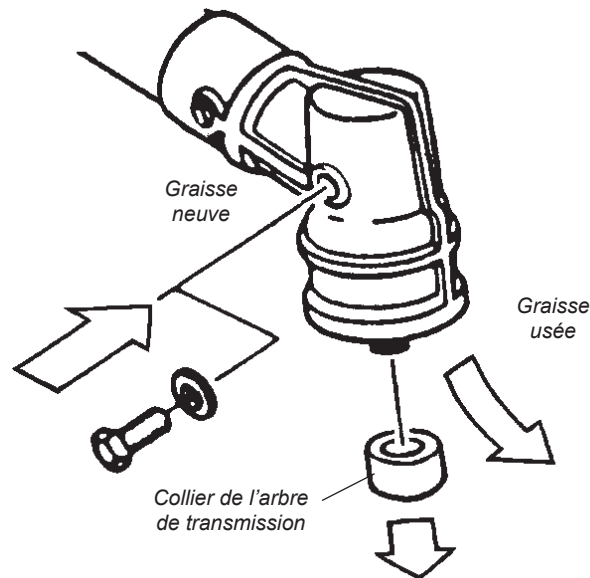

Figure 39
- Ôter l'accessoire de coupe, le support de l'accessoire de coupe et le collier de l'arbre de transmission. Ôter le bouchon de remplissage et introduire la nouvelle graisse dans le boîtier d'engrenages jusqu'à ce que la graisse usée soit expulsée du boîtier d'engrenages. Utiliser uniquement une graisse à base de lithium (telle le lubrifiant pour boîtier d'engrenages de Shindaiwa ou un produit équivalent). Voir figure 39.